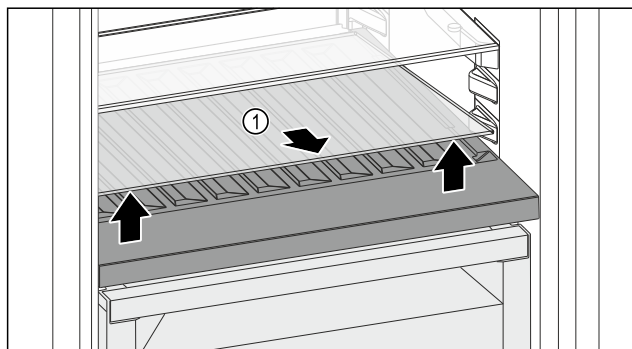

Fig. 86
- ▶ Sklenú dosku Fig. 86 (1) na vybraní vpredu nadvihnite a vytiahnite.
- ▶ Sklenú dosku Fig. 86 (1) bezpečne uchovávajte mimo zariadenia.